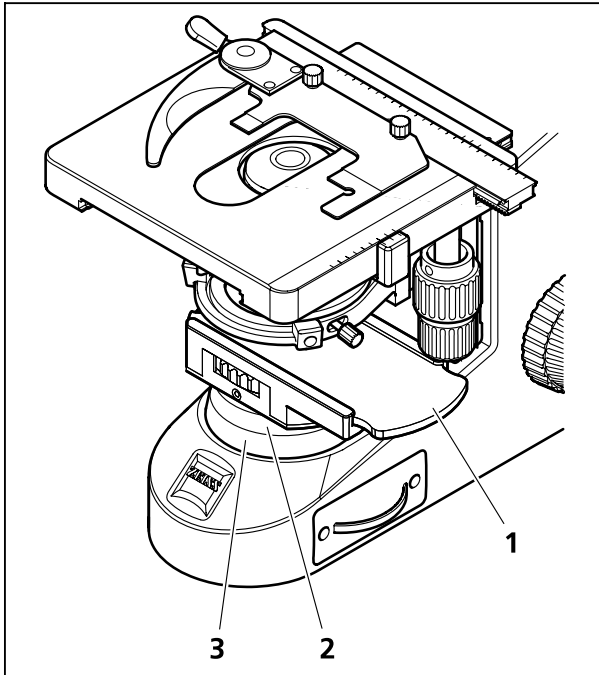

Рисунок 11 Монтаж задвижки с полевой диафрагмой осветителя
- Отвинтить защитный колпак (Рисунок 11/2) от полевой диафрагмы осветителя (Рисунок 11/3).
- Повернуть задвижку (Рисунок 11/1) в рабочее положение, насадить её на полевую диафрагму осветителя (Рисунок 11/3) и слегка привинтить вместе с защитным колпаком (Рисунок 11/2).
- Повернуть задвижку (Рисунок 11/1) в нужное положение (для обслуживания правой или левой рукой) и зафиксировать её в этой позиции затягиванием защитного колпака.
- Отвинтить защитный колпак полевой диафрагмы осветителя (Рисунок 11/2) и снять его вместе с задвижкой (Рисунок 11/1).